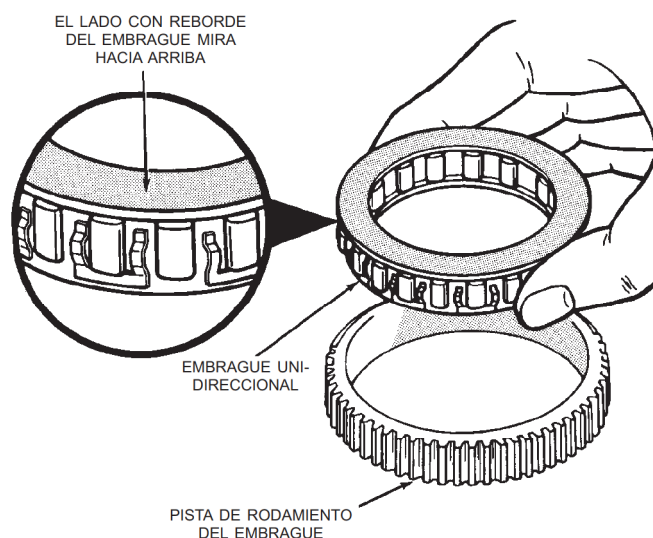

Fig. 210 Ensamblaje del embrague unidireccional y la pista de rodamiento
(2) Instale la pista de rodamiento del embrague en el engranaje planetario.
(3) Instale el embrague unidireccional en la pista de rodamiento exterior (Fig. 210). Asegúrese de que el lado con reborde del embrague mire hacia arriba.